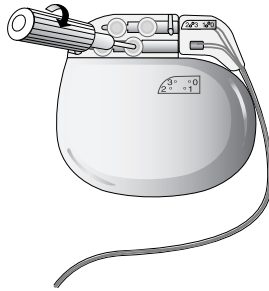

Figure 2. Serrage des vis dans la rondelle auto-bloquante.
4. Insérer à fond le tournevis dynamométrique dans chaque septum auto-bloquant du bloc connecteur et visser chaque vis de fixation (Figure 2).
Remarque : Orienter le tournevis dynamométrique en appliquant le même angle que celui de la vis (Figure 2).